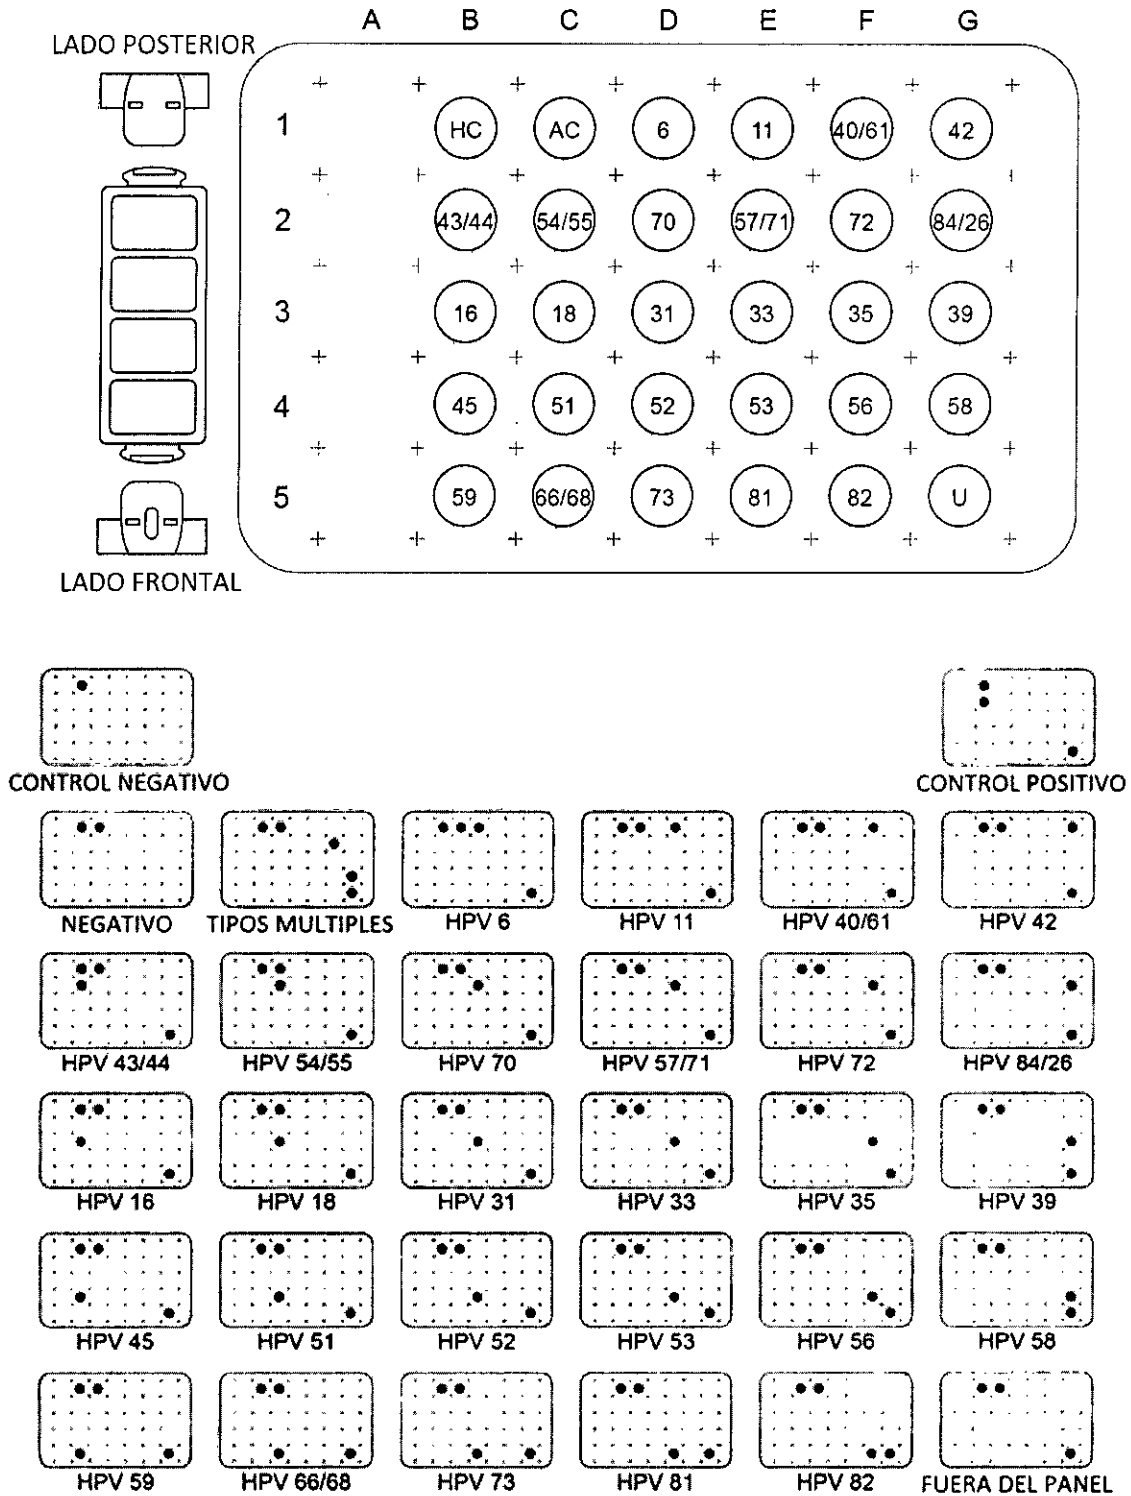

Figura 4. Interpretación visual de distintos tipos de VPH
- **Control negativo** (consulte la figura 4 de la página 19 en la sección II E)
- **Control de amplificación** (consulte la figura 4 de la página 19 en la sección II E)
- **Control positivo** (consulte la figura 4 de la página 19 en la sección II E)
- **Sonda universal (U)** (consulte la figura 4 de la página 19 en la sección II D)
Interprete los resultados con la cinta de análisis de datos y consultando la **Figura 4** y las **Tablas 3 y 4**: